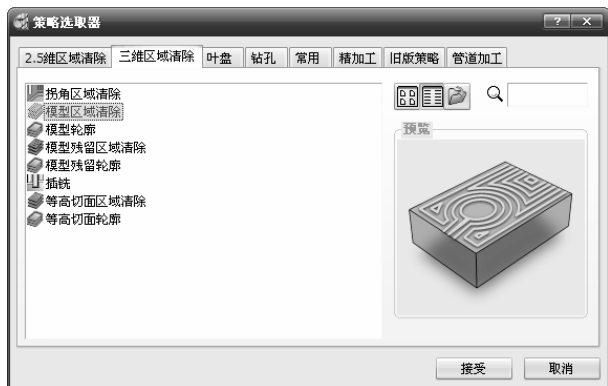

图 3-11 “策略选取器”对话框
1) 单击主工具栏上的“刀具路径策略”按钮, 弹出“策略选取器”对话框, 单击“三维区域清除”选项卡, 在弹出的三维区域清除策略选项中选择“模型区域清除”加工策略, 如图 3-11 所示。单击“接受”按钮完成。